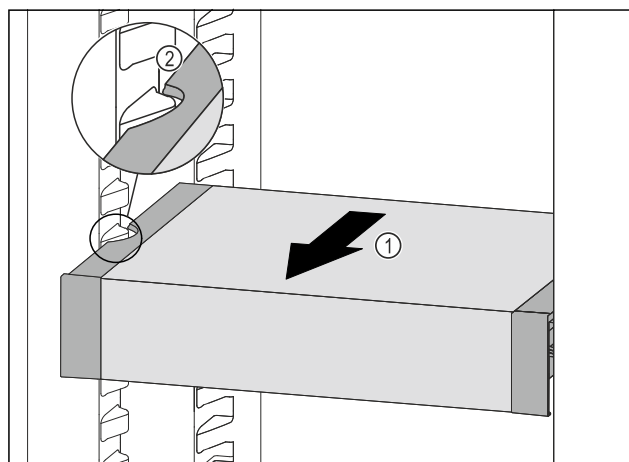

Fig. 248
- Táhněte VarioSafe dopředu Fig. 248 (1), dokud nebudou boční vybrání VarioSafe na úrovni žebrování na nádoby v chladničce. Fig. 248 (2)